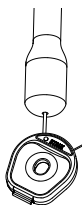
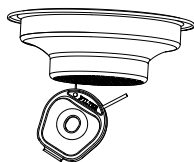

Abb. 9: Reinige die Dampfdüse (6) mit einem dickeren Stift.
Abb. 10: Reinige die Filter (13, 14) mit einem dünneren Stift.
Der Reinigungsstift (17) wird zum Reinigen der Dampfdüse und der Filter verwendet. Der dickere Stift ist für die Reinigung der Dampfdüse (Abb. 9) und der dünnere für die Filter (Abb. 10) gedacht.